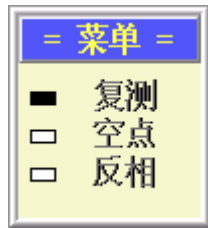

图 4.16 功能选择菜单
3. 跨缝和不跨缝数据浏览时，用[5]、[6]键可以将光标移到不同的测点处，以对数据进行查看、同时该测点的波形显示在波形显示区域内，测点处按[确认]键出现功能选择菜单（如图 4.16），用[5]、[6]键在功能之间切换，[确认]键选择此功能，[返回]键直接返回。
在测点处按**确认**键出现图 4.16 提示框后，选择空点功能将该测点置为空点，置为空点的测点不参与分析计算。